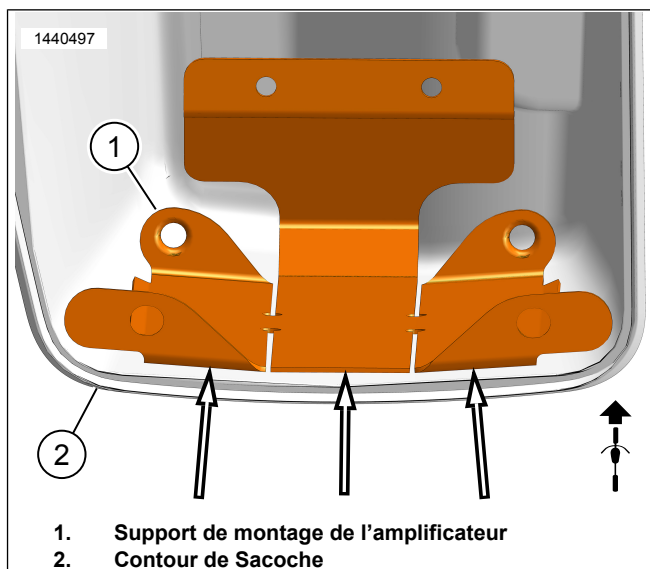

Figure 13. Contour de la Sacoche
- b. Voir la Figure 13. Utilisez des fentes dans le support de montage (1) pour plier et se conformer au contour de la sacoche (2) sans bascule. Cela assurera un meilleur contact et adhérence avec la bande. Ne pas peler le ruban pour l'instant.